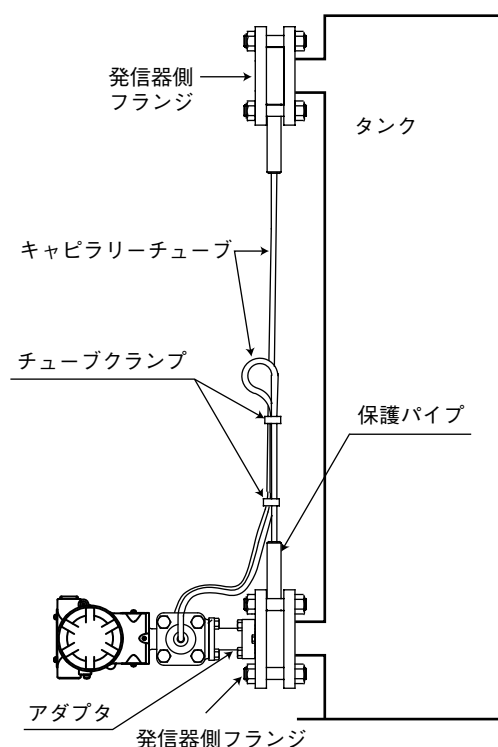

図 2-23 チューブクランプの取り付け
- ・ 図 2-23 のように折り返すキャピラリーチューブをプロセス下部側フランジより上げるには、タンク内圧が大気圧以上であることが条件です。この範囲を外れる場合は、折り返すキャピラリーチューブをプロセス下部側フランジより下げるようにしてください。